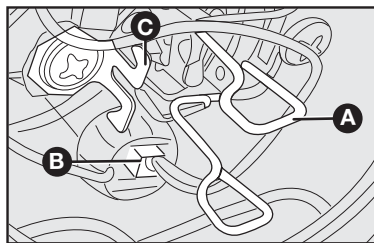

fig. 36
2) Soltar o conector **B-fig. 36**;
3) Apertar para baixo a presilha **A-fig. 36**, abrindo-a lateralmente para soltá-la da trava **C-fig. 36**;
5) Posicionar a nova lâmpada em seu alojamento, reenganchar a presilha de fixação **A-fig. 36** e encaixar o conector **B-fig. 36**;